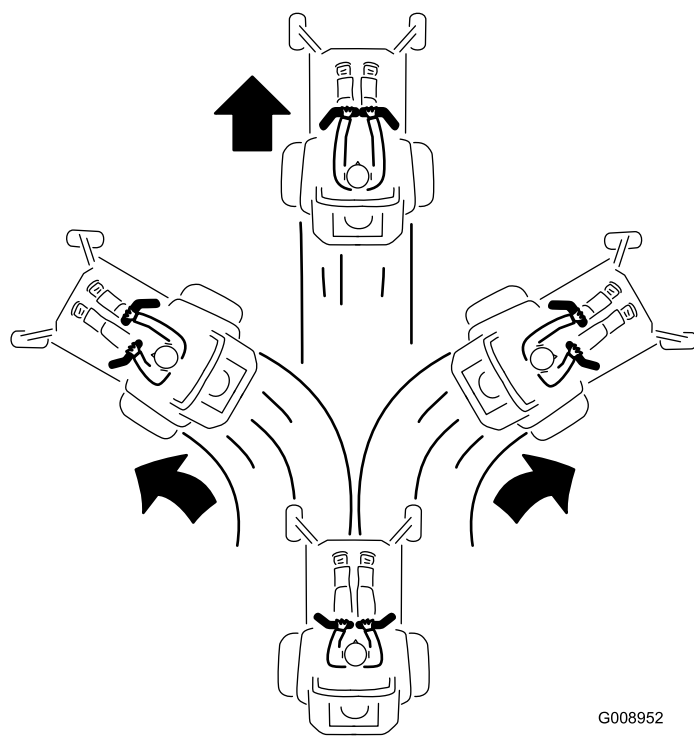

Figura 21
3. Per fare marcia avanti spingete lentamente in avanti le leve di controllo del movimento (Figura 21).